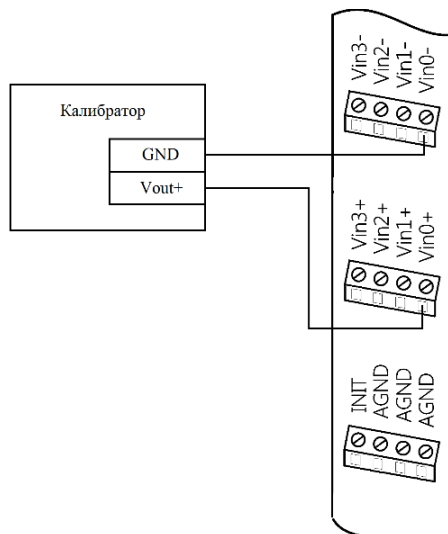
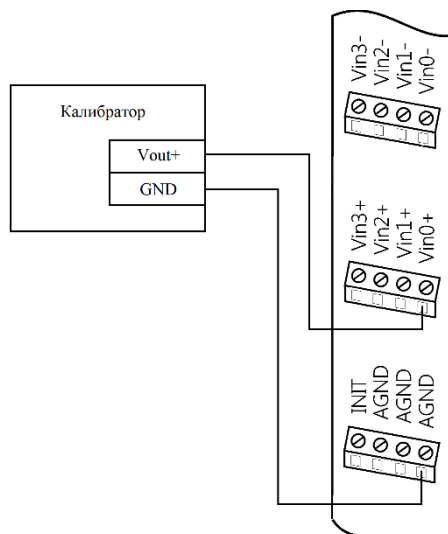

Рис. 4.1. Соединение приборов для юстировки диапазонов напряжений в дифференциальном режиме измерения модуля NLS-8AIn
Рис. 4.2. Соединение приборов для юстировки диапазонов напряжений в одиночном режиме измерения модуля NLS-8AIn
- подключить калибратор к нулевому каналу модуля проводом минимальной длины (для дифференциального режима - в соответствии с рис. 4.1, для одиночного режима – в соответствии с рис. 4.2);